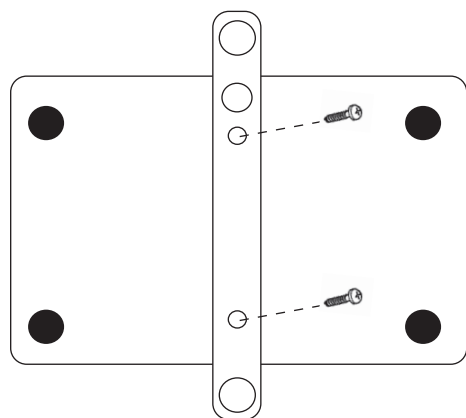

Figura 6.
**Paso 1.** Introduzca los dos tornillos M3 x 4 a través del soporte de pared en la parte posterior del módulo transmisor, tal como muestra la Figura 6.